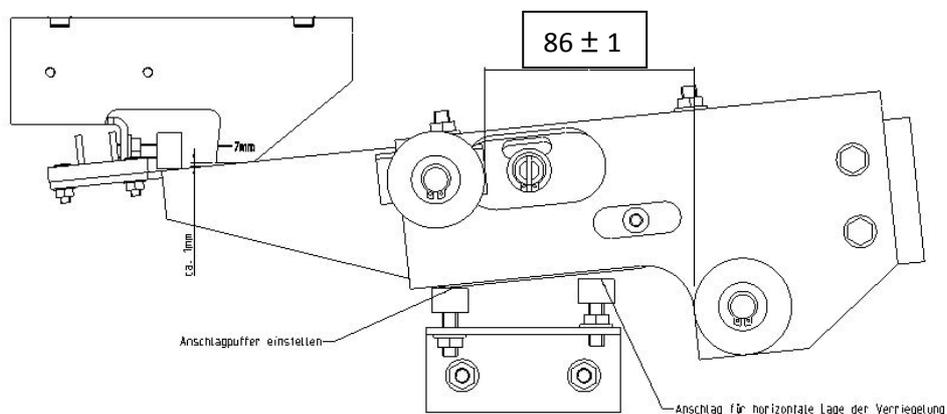

Bild 7: Rollenabstand der gespreizten Rollen
- das Maß 86+-1 an jeder Schachttür (Abstand zw. den entriegelten Rollen, Bild 7)